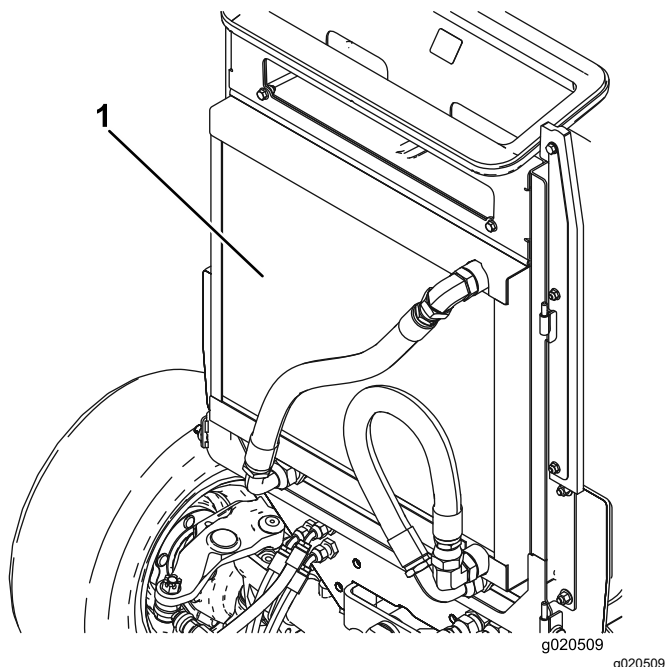

Figure 73
3. Nettoyez soigneusement les deux côtés du refroidisseur d'huile et du radiateur à l'air comprimé (Figure 73).